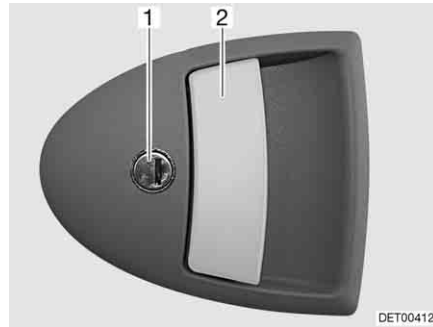

Fig. 30 Cerradura de la puerta de entrada, en el exterior
- Introducir la llave en el cilindro de cierre (Fig. 30,1) y girarla hasta que esté desbloqueada la cerradura de la puerta.
- Tirar del tirador de la puerta (Fig. 30,2). La puerta está abierta.
- Introducir la llave en el cilindro de cierre (Fig. 30,1) y girarla hasta que esté bloqueada la cerradura de la puerta.